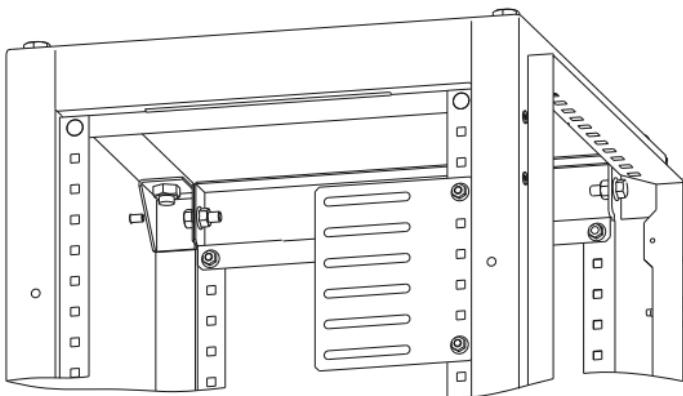

Рисунок 4
4.1 Приложите пластину установочную с внешней стороны боковой поверхности передней или задней стоек корпуса. Вставьте по очереди в квадратные отверстия два болта M6×10 и закрепите гайками M6 (рисунок 4). Момент затяжки 5 Н·м.